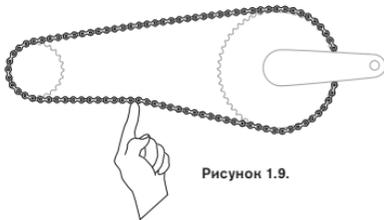

Рисунок 1.9.
• Ножной тормоз: в середине цепи общее вертикальное перемещение не должно превышать диапазон в 6–12 мм (рисунок 1.9).